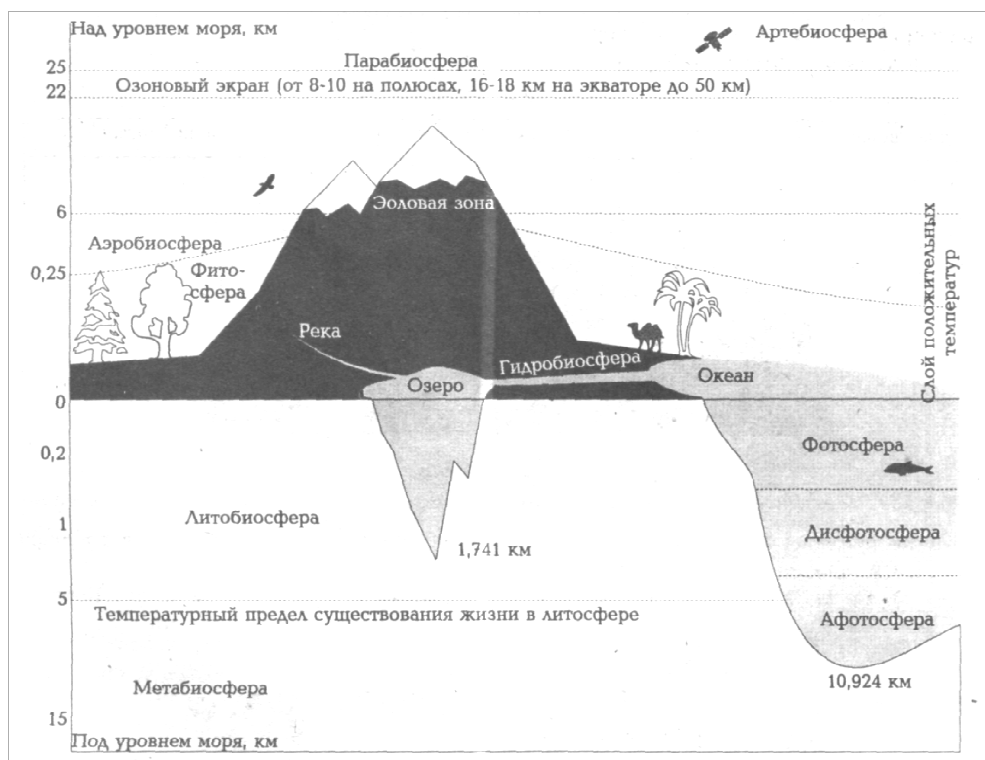

Рис. 5. Схема строения биосферы.
1. Рассмотрите рис. 5 и выясните; где и чем определены границы биосферы? Почему В.И. Вернадский проводил нижнюю границу биосферы по толще осадочных пород и нефтеносных пластов?